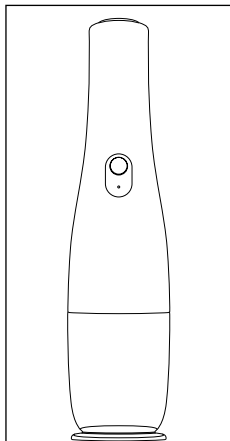

Abb. 5
6. Stellen Sie das Gerät zur Aufbewahrung auf die Verschlusskappe **1**, welche auch als Standfuß verwendet werden kann (siehe Abb. 5).